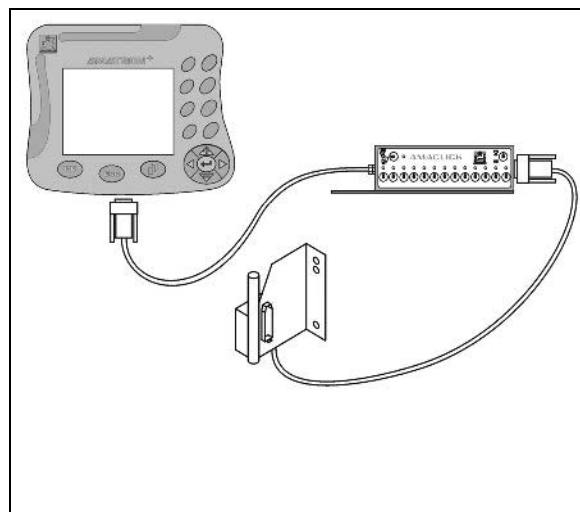

Fig. 95
- sin empuñadura multifuncional conforme a la fig. 95.